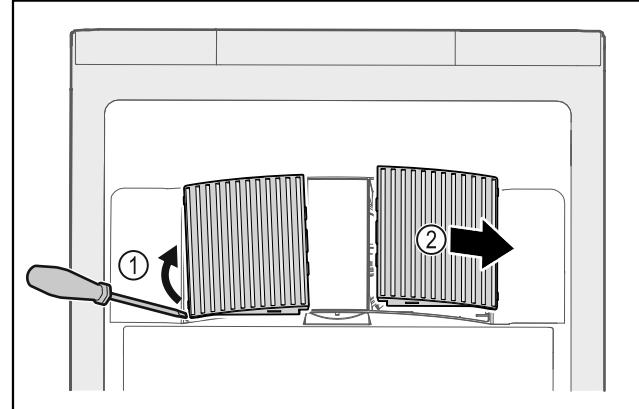

Fig. 145
► Αναμοχλεύστε προσεκτικά από το πλάι τα καλύμματα του ανεμιστήρα Fig. 145 (1) και αφαιρέστε τα προς τα εμπρός Fig. 145 (2).